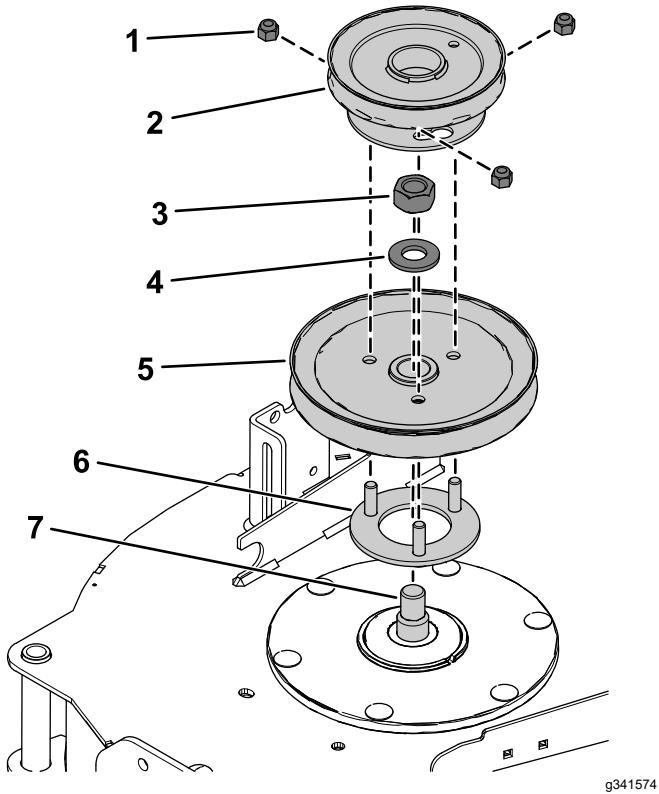

Figure 24
4. Insérez les goujons filetés du support de poulie dans les trous de la poulie du tablier (Figure 24).
5. Fixez la poulie du tablier sur l'axe de pivot à l'aide de l'écrou hexagonal (¾ po) et de la rondelle retirés précédemment (Figure 24).
7. Placez la poulie de ventilateur sur les goujons filetés et vissez légèrement les 3 contre-écrous (¾ po), comme montré à la (Figure 24).